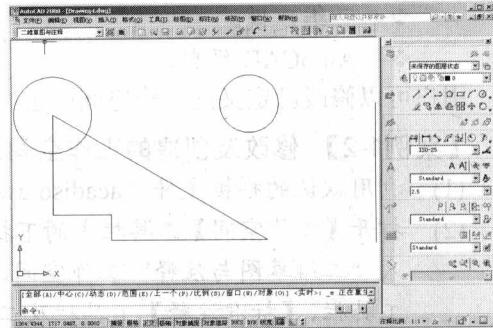

图 1-6 全部显示图形
- (9) 打开程序窗口上部的下拉列表，选择“AutoCAD 经典”选项，进入“AutoCAD 经典”工作空间，观察程序界面的变化。再选择【二维草图与注释】选项，又返回“二维草图与注释”工作空间。
- (10) 单击程序窗口右边【面板】上的 + 按钮，光标变成手的形状 H 。按住鼠标左键向右拖动光标，直至图形不可见为止，按 Esc 键或 Enter 键退出。
- (11) 单击程序窗口右边【面板】上的 - 按钮，图形又全部显示在窗口中，如图 1-6 所示。